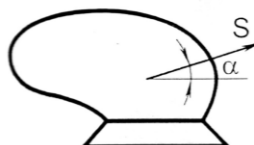

Рис. 5.17
5.24. На причіпний плуг діє сила тяги  $S$  (рис. 5.17), прикладена під кутом  $\alpha$  до горизонту. Визначити кут  $\alpha$ , при якому сила тяги  $S$  буде мінімальною, але достатньою для того, щоб зрушити плуг з місця, долаючи силу тертя (коефіцієнт тертя сталі по ґрунту  $f$ ).